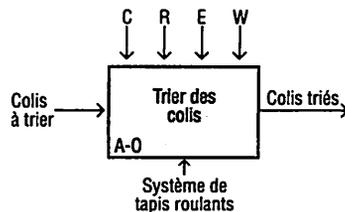

Fig. 4 : Analyse fonctionnelle de niveau A-0.
2.1. Analyse de niveau A-0 (fig. 4)